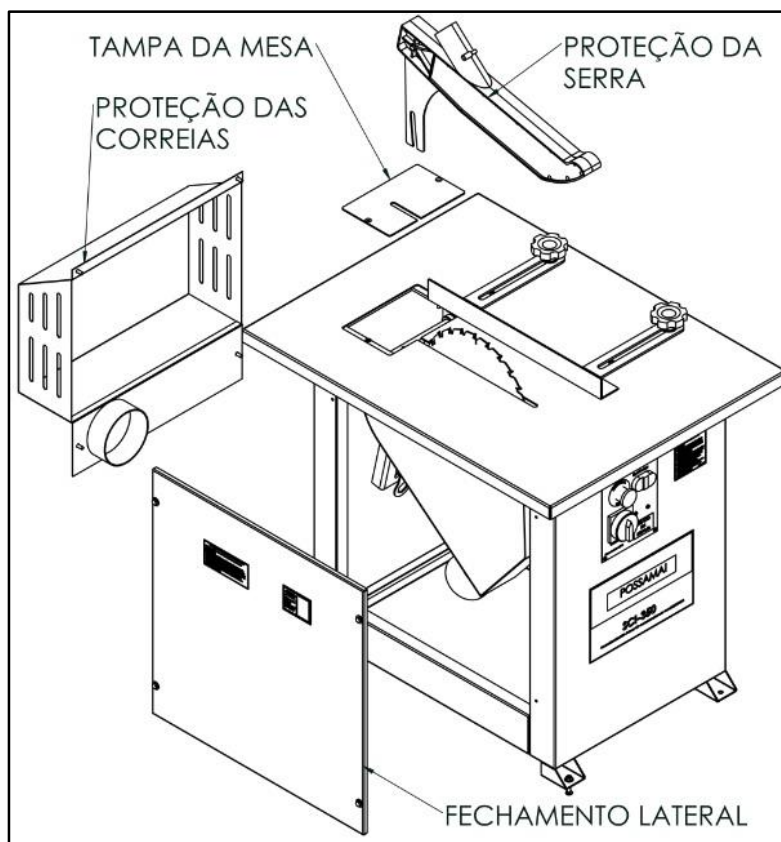

Figura 9: PROTEÇÕES DE SEGURANÇA
- Sem as devidas proteções previstas, eliminar as mesmas ou partes dela (ver figura 9).
Esta máquina possui proteções em suas áreas de risco, as quais descrevemos abaixo (ver figura 9).
- C) Verificar se as proteções de segurança estejam em seus devidos lugares (ver figura 9 Proteções de segurança) não operar a máquina sem as proteções;